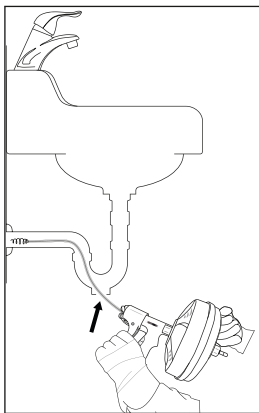

Abb. 1
- Bereiten Sie das Gerät und den Arbeitsbereich nach diesen Anweisungen vor, um die Verletzungsgefahr durch elektrische Schläge, Feuer, Umkippen des Gerätes, eine verdrehte oder gebrochene Spirale ⑧, Verletzungen durch Chemikalien, Infektionen oder andere Ursachen zu verringern und eine Beschädigung des Gerätes zu vermeiden.
- Bei anderen Waschbecken muss eventuell ein Reinigungsstopfen oder ein Siphon entfernt werden (siehe Abb. 1). Stellen Sie unbedingt einen Behälter unter die Reinigungsöffnung oder unter den Siphon, um auslaufendes Wasser aufzufangen.